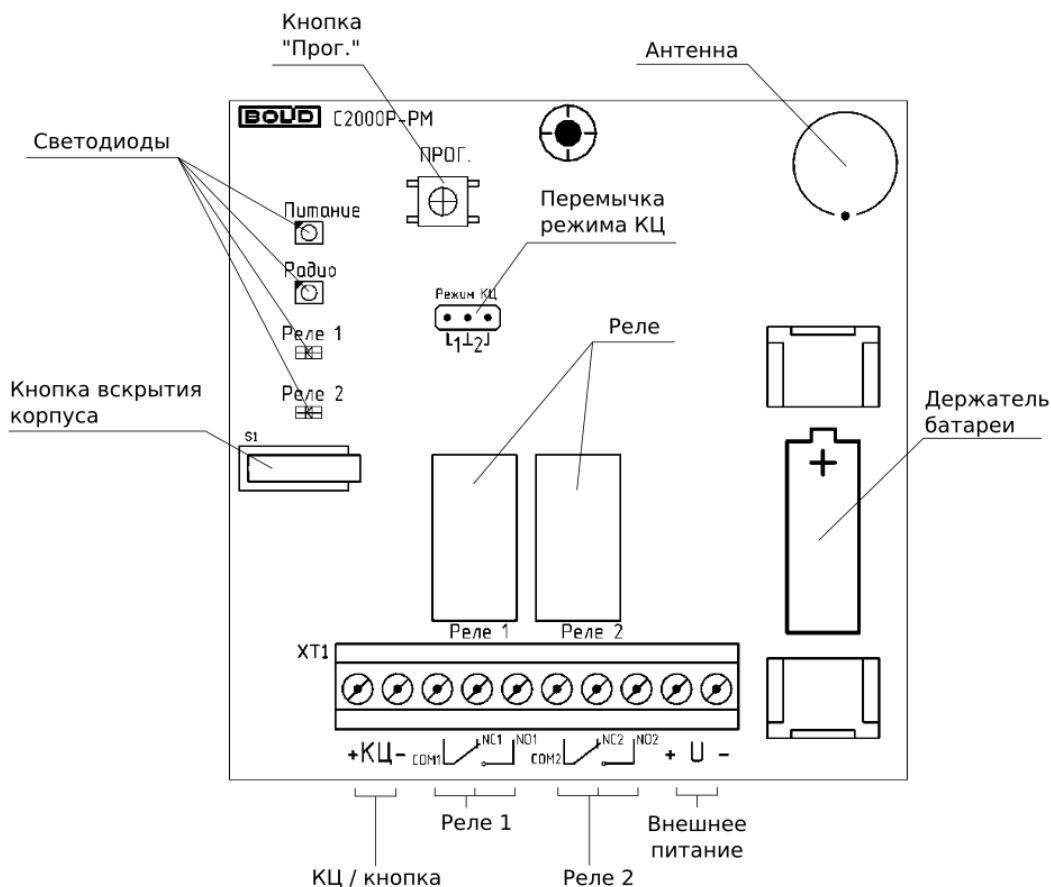
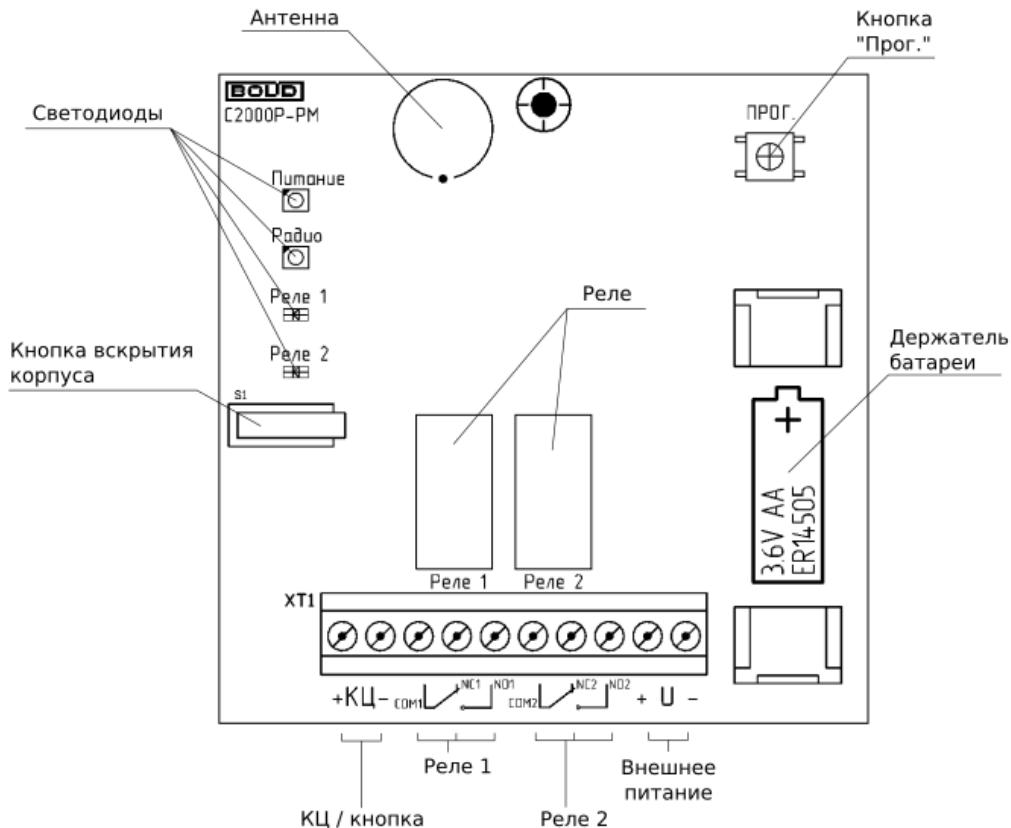

Рисунок 2.2 Расположение элементов на плате аппаратной версии 1.0
Рисунок 2.3 Расположение элементов на плате аппаратной версии 2.0
- Зажать кнопку «Прог.» на плате модуля (см. Рисунок 2.2 и Рисунок 2.3) на время более 3 секунд.
Для аппаратной версии 1.0 выбор режима задаётся при помощи перемычки, расположенной на плате прибора (см. Рисунок 2.2):